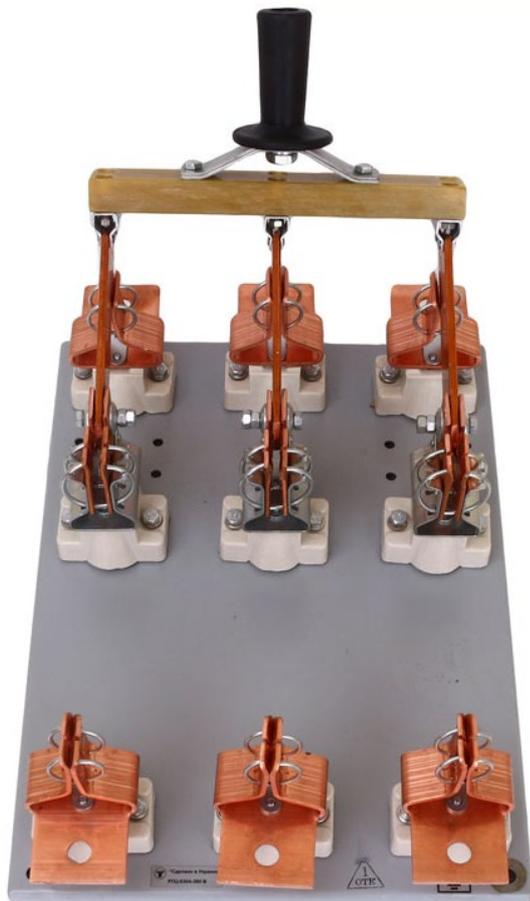

Рис. 11. Рубильник РПЦ-6 на 630А
**Рубильник РПЦ-6, 630А** представлен на рисунке (см. Рис. 11).